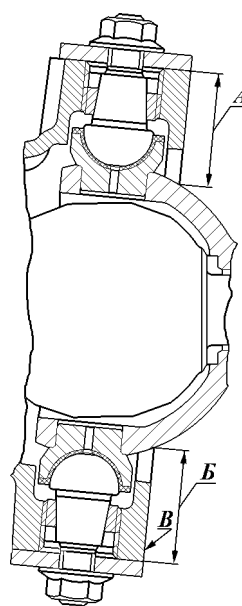

Рис. 9.14. Регулировка затяжки шаровых шкворней поворотного кулака
2. Заворачивайте зажимные втулки до упора шкворней во вкладыши с обеих сторон, обеспечив при этом равенство размеров А и Б (рис. 9.14) от торцов корпуса 9 (см. рис. 9.12) поворотного кулака до сферы шаровой опоры 19. *Допускается неравенство размеров А и Б (см. рис. 9.14) не более 0,2 мм. Для получения достаточной точности измерение размеров А и Б следует проводить в плоскости В.*
Проконтролируйте размеры А и Б (см. рис. 9.14).